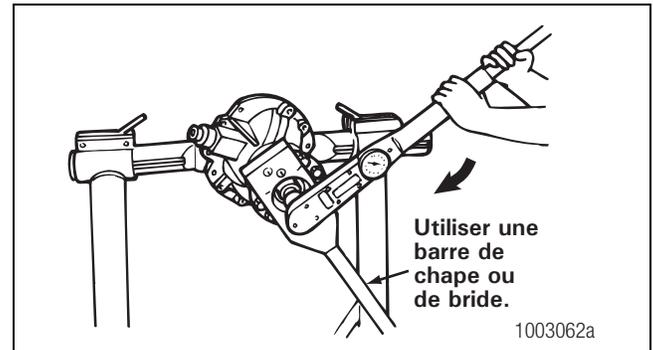

Figure 5.26
6. Poser l'écrou de pignon et la rondelle sur l'arbre de pignon, contre le collet de chape. Serrer l'écrou sur le collet de chape au couple prescrit. Figure 5.26. Se reporter à la Section 8.